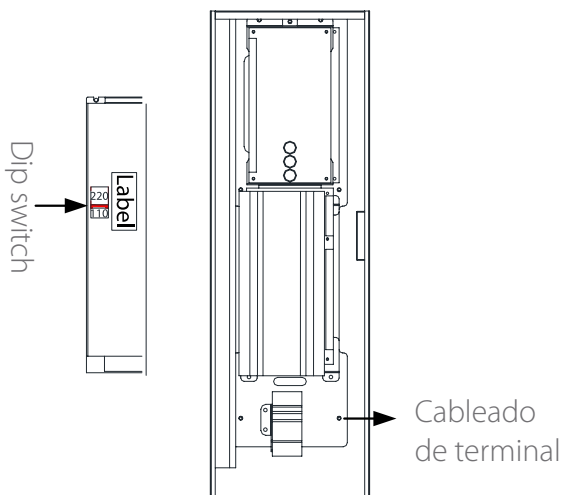

Figura 2-3
1. Asegure que el voltaje de alimentación es el requerido para evitar daños en el equipo. Es posible cambiar el voltaje de entrada de 110V a 220V mediante el DIP switch como se muestra en la figura 2-3